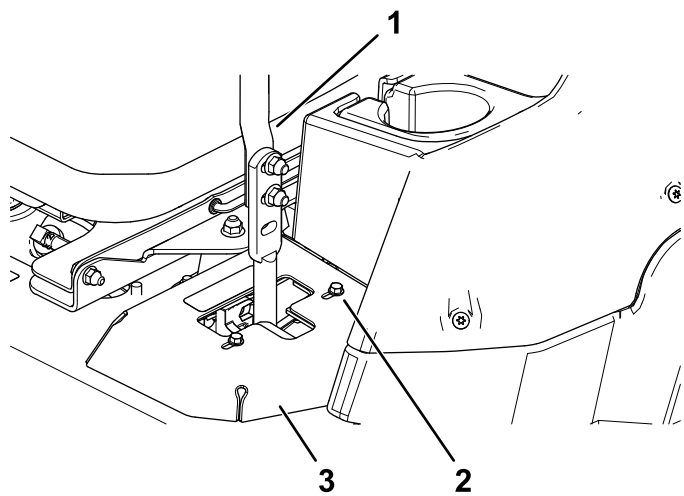

Figura 46
- Si la máquina se desvía hacia la derecha, afloje los pernos y ajuste la chapa del tope izquierdo hacia atrás en la ranura en T de la izquierda hasta que la máquina avance en línea recta (Figura 46).
- Si la máquina se desvía hacia la izquierda, afloje los pernos y ajuste la chapa del tope derecho hacia atrás en la ranura en T de la derecha hasta que la máquina avance en línea recta (Figura 46).
8. Apriete la chapa del tope (Figura 46).